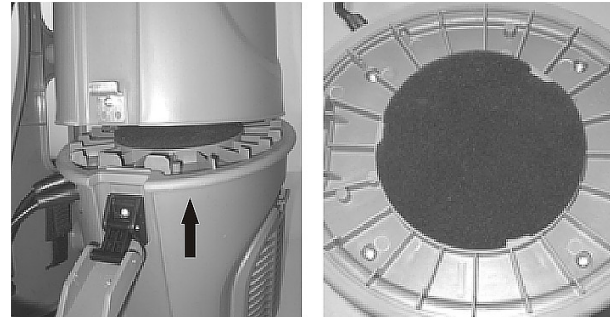

Abb. 14: Austausch Vorfilter
Schritt 1: Nehmen Sie den unteren Teil des Behälters ab nachdem Sie die seitlichen Hacken gelöst haben (Abb.14).